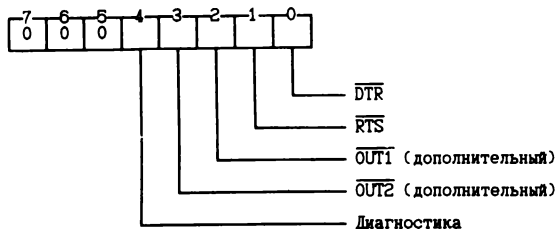

Рис. 7.7. Назначение битов регистра управления модемом
*Регистр управления модемом* предназначен для управления сигналами модема (рис. 7.7). Доступ к этому регистру осуществляется через порт ввода-вывода с адресом, имеющим смещение 4 (3FCh) относительно базового.